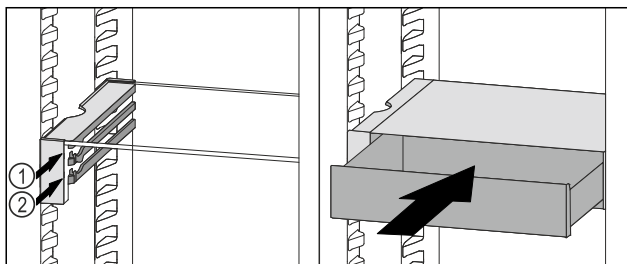

Fig. 82
- ▶ Stavite ladicu VarioSafe ukoso iza zaustavljača na željeni žlijeb Fig. 82 (1) ili Fig. 82 (2).